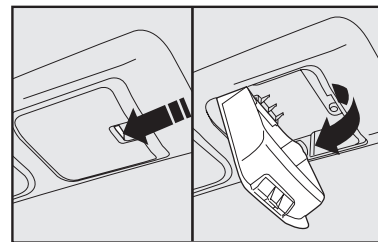

fig. 82
- En el techo del vehículo (si está disponible) **fig. 82**.